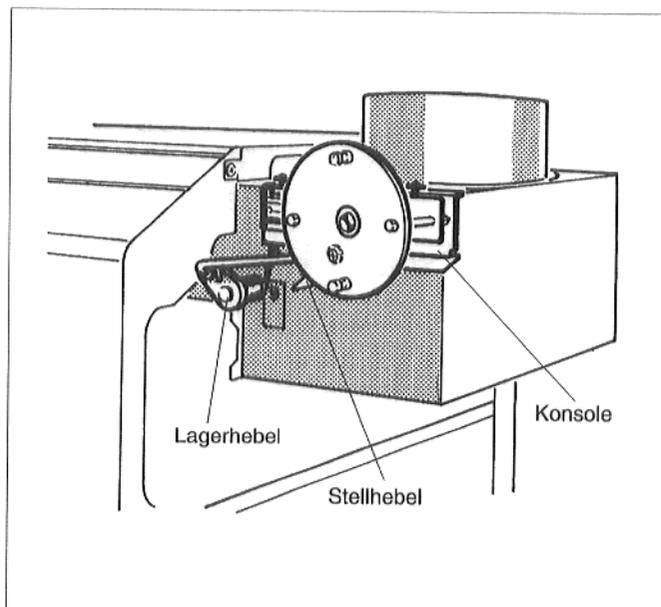

Abb. 7
12. Konsole mit den drei Blechschrauben an der Strömungssicherung lose anschrauben (Abb. 7).